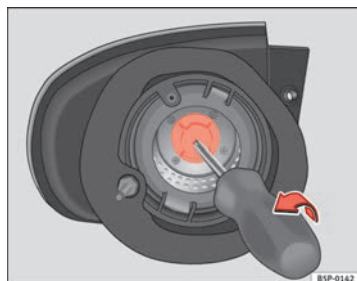

Fig. 192 Luz intermitente.
- Saque el portalámparas del intermitente con ayuda de un destornillador en el sentido de la flecha ⇒ fig. 192.